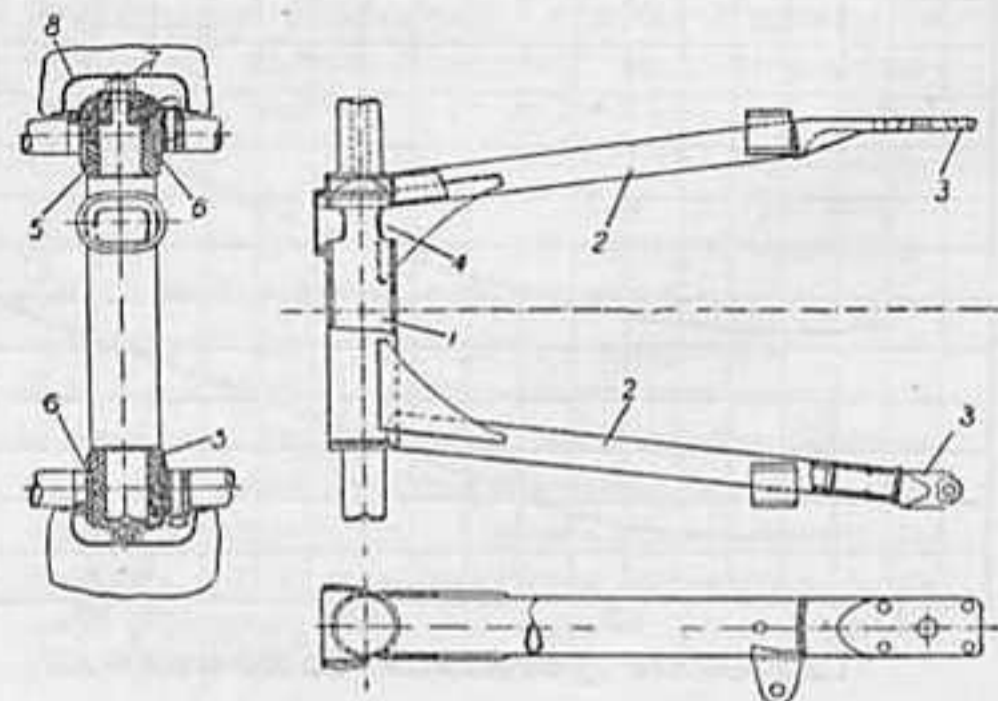

Рис. 2. Задняя подвеска мотоцикла М-53.
Задняя подвеска (рис. 2) — состоит из вилки, двух упругих элементов и шарнирного крепления. Вилка представляет собой сварную конструкцию: к поперечной трубе (1) привариваются продольные трубы (2) с наконечниками (3), в которых устанавливается главная передача. Поперечная труба имеет выемку (4) для карданного вала.